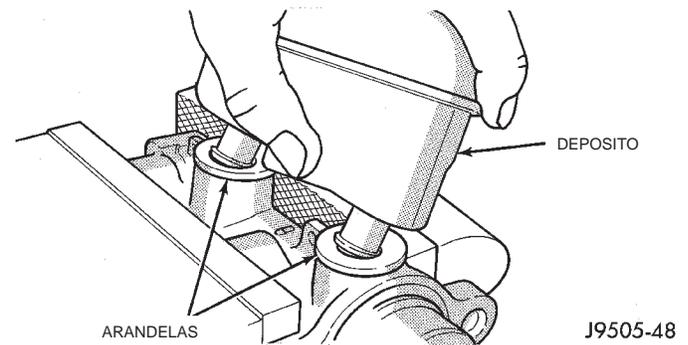

Fig. 43 Desmontaje del depósito
(5) Retire el depósito balanceándolo hacia un lado y el otro hasta liberarlo de las arandelas (Fig. 43).